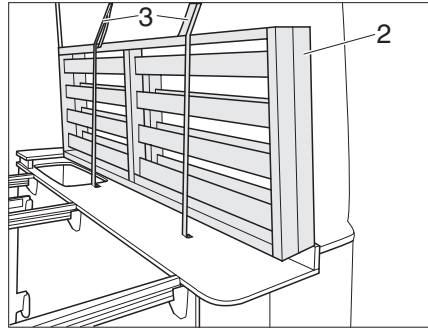

Bild 51 Lattenrost verstauen
- ▶ Lattenrost (Bild 51,2) auf der rechten Seite des Fahrzeugs aufstellen und mit Riemen (Bild 51,3) sichern.